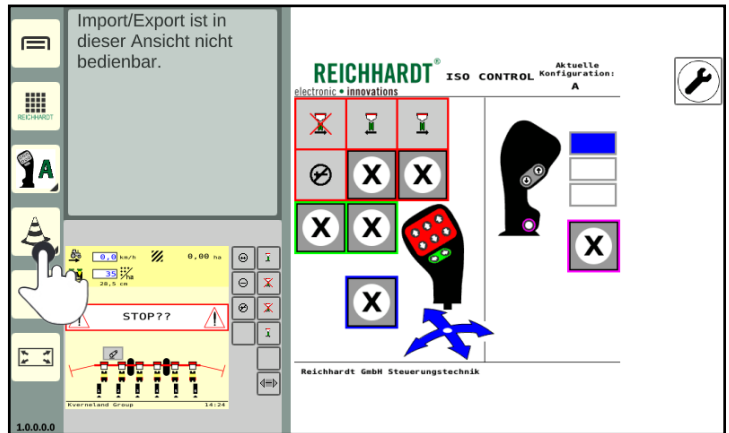

Abb. 60: Anwendung gedrückt halten
1. Halten Sie eine Anwendung in der Anwendungs-Übersicht oder auf einer Schnellwahl Taste der Seitenleiste gedrückt (siehe Abb. 60).